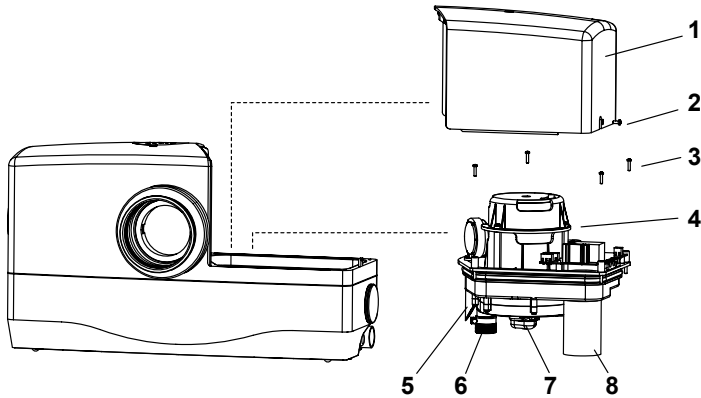

Abbildung 9
- > Bei dem Entfernen der Abdeckhaube (1) die Sicherungsschraube (2) entfernen.
- > Bei Ausbau Motor-Pumpeneinheit (4) die Befestigungsschrauben (3) entfernen (Abbildung 9).
Sollte die Hebeanlage dann immer noch nicht einwandfrei arbeiten, muss wie auf Seite 19, Abbildung 9 die Motor-Pumpeneinheit zur weiteren Prüfung ausgebaut werden.